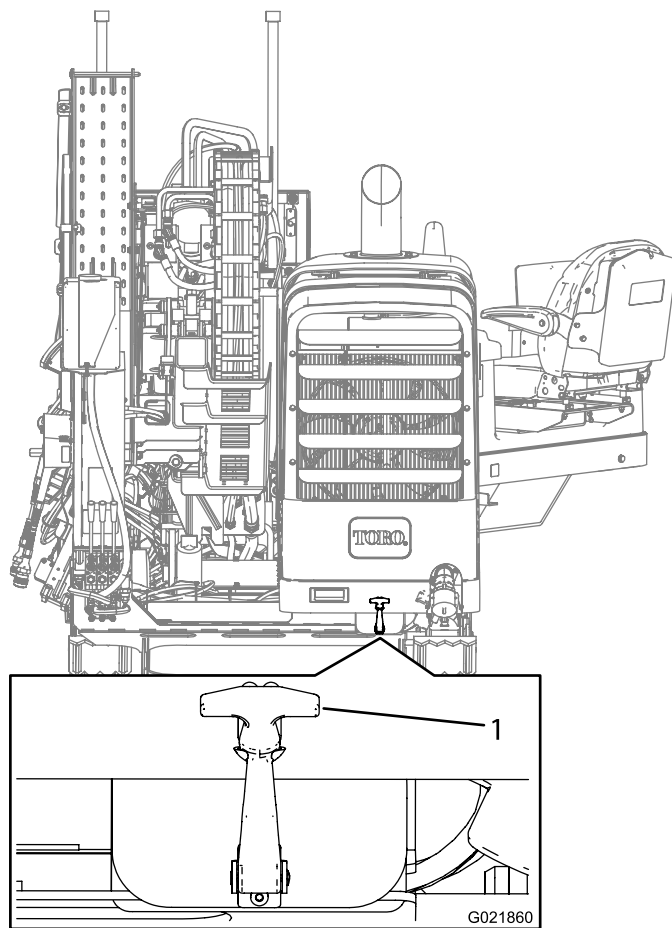

Figure 97
2. Tirez le verrou du capot (Figure 97).